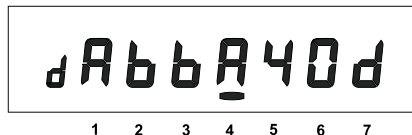

Рисунок 5.10
5.2.4.7 Окно «Сигнатура ДВКЗ» (для исполнительных счетчиков с контролем вскрытия крышки зажимов) (рисунок 5.10).